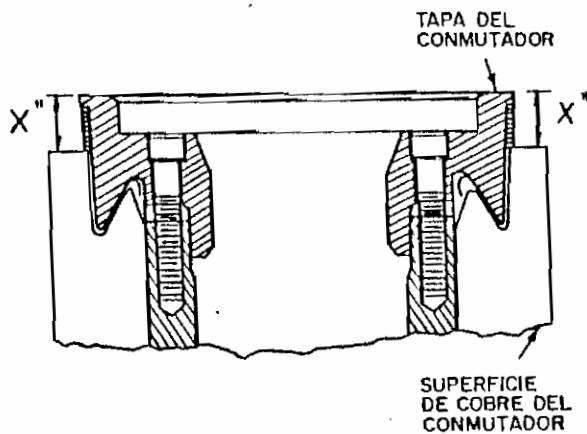

Fig. 23. Midase la dimensión "X" con un micrómetro de profundidad en cuatro puntos
(1) Límplense las caras frontales de la tapa y de los segmentos de cobre. Tómense luego medidas con un micrómetro entre la cara frontal de la tapa y la cara frontal de cobre, en cuatro puntos, 90 grados separados, alrededor del conmutador (véase la Fig. 23). La cara frontal de la tapa y la cara frontal de cobre deberán estar paralelas dentro de un límite de 0,508 mm (0,020 pulgs.).